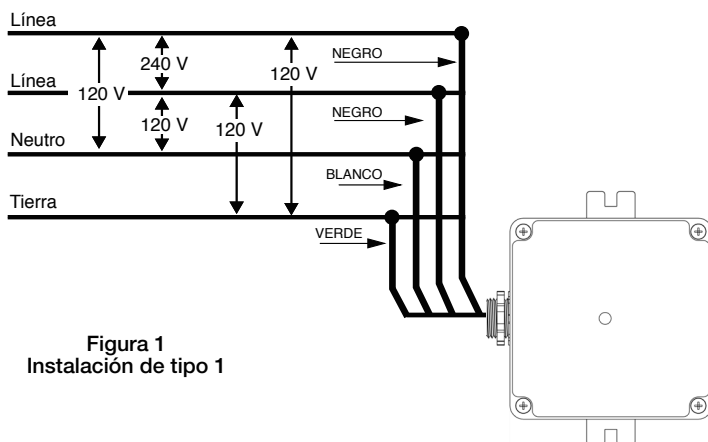

Figura 1
2. Conecte los cables como se muestra en la Figura 1.